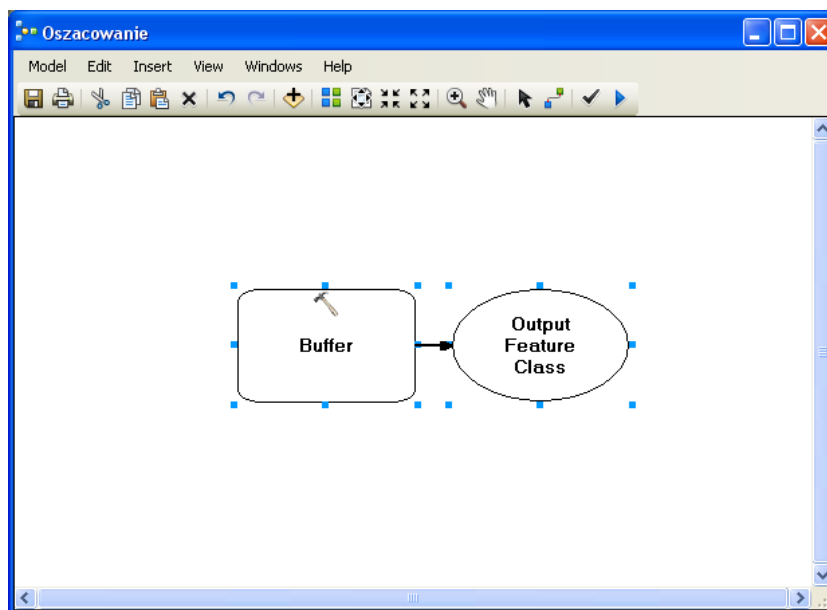

Fig. 8. Narzędzie *Bufor* wewnątrz okna modelu *Oszacowanie* w aplikacji *ModelBuilder*
- 6.4. Przeciągnij narzędzie bufora do środka okna modelu (Fig. 8).